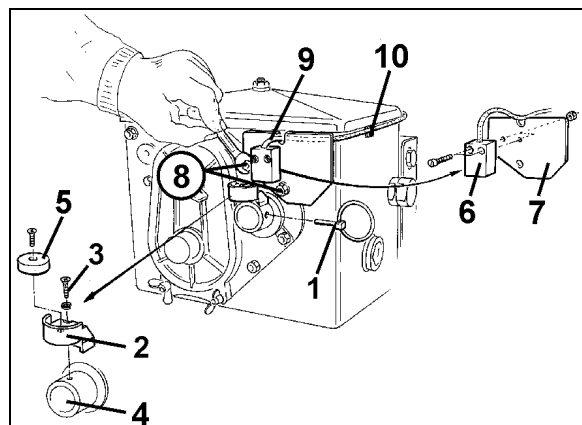

Fig. 9
1. Retirez la goupille agricole (Fig. 9/1, reliant l'arbre d'agitation à l'entraînement).
2. Vissez sur l'arbre creux du boîtier sélecteur (Fig. 9/4) le support d'aimant (Fig. 9/2) en utilisant une vis taraudeuse M4 x 10 (Fig. 9/3) et une rondelle grower.
3. Percez d'abord un trou (\varnothing 3,6 mm) dans l'arbre creux (Fig. 9/1) du boîtier sélecteur en utilisant la mèche fournie dans le colisage;
4. Vissez l'aimant (Fig. 9/5) sur son support en utilisant une vis taraudeuse M4 x 10.
5. Vissez le capteur (Fig. 9/6) sur le support (Fig. 9/7).
6. Fixez le support du capteur (Fig. 9/7) sur le boîtier sélecteur en utilisant deux écrous du carter du boîtier (Fig. 9/8).
7. Acheminez le câble du capteur (Fig. 9/9) jusqu'à la cabine du tracteur.
8. Fixez le câble au semoir en utilisant les plaquettes adhésives (Fig. 9/10) et les sangles fournies. Les surfaces d'adhésion doivent être dégraissées et propres.
9. Brochez la goupille agricole (Fig. 9/1) dans le trou pratiqué dans l'arbre creux du boîtier sélecteur.